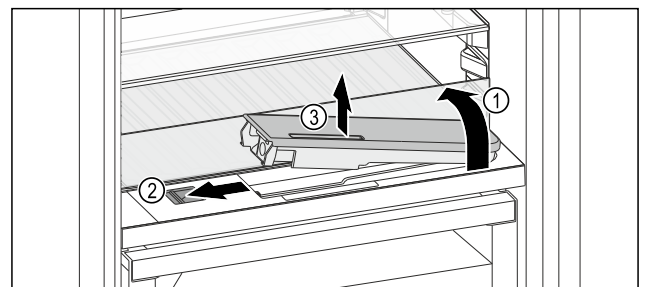

Fig. 122
- Glasplatte anheben und bis zum Anschlag nach hinten klappen Fig. 122 (1).
- Schieber Fig. 122 (2) nach links schieben.
- Wassertank entnehmen Fig. 122 (3).